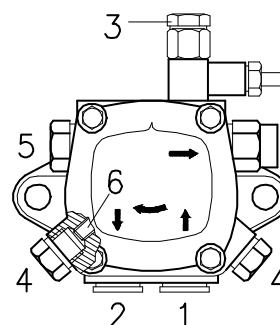

Fig. 17
6.3 Pompa (Fig. 17)
- perché la pompa possa autoinnescarsi è indispensabile allentare una delle viti 3) (Fig. 17) della pompa per sfiatare l'aria contenuta nel tubo di aspirazione.